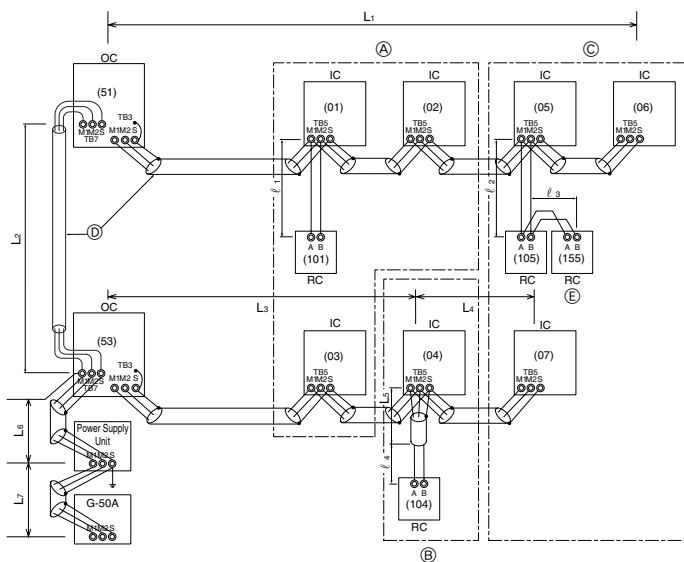

Fig. 6-2
- Τηλεχειριστήριο M-NET (Fig. 6-2)